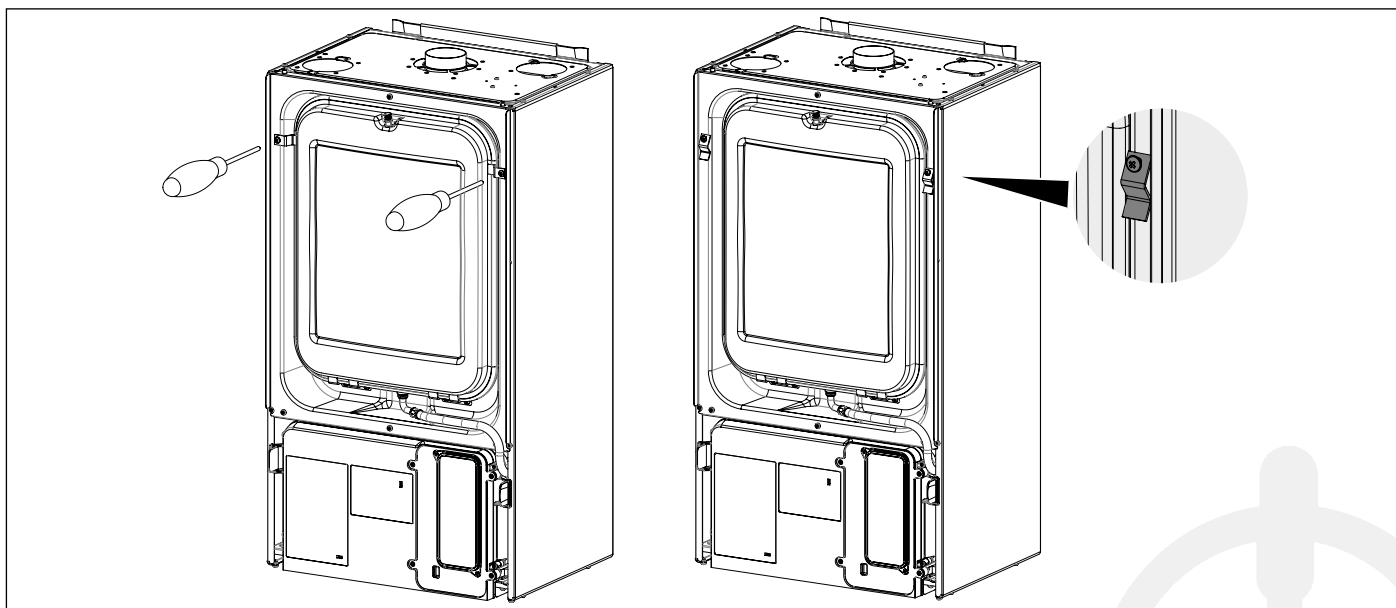

Рис. 36 Демонтаж фіксаторів розширювального баку
- Зняти передню панель герметичної камери, попередньо зняв розширювальний бак (дивись Рис. 36 Демонтаж фіксаторів розширювального баку та Рис. 37 Скоба кріплення розширювального баку).